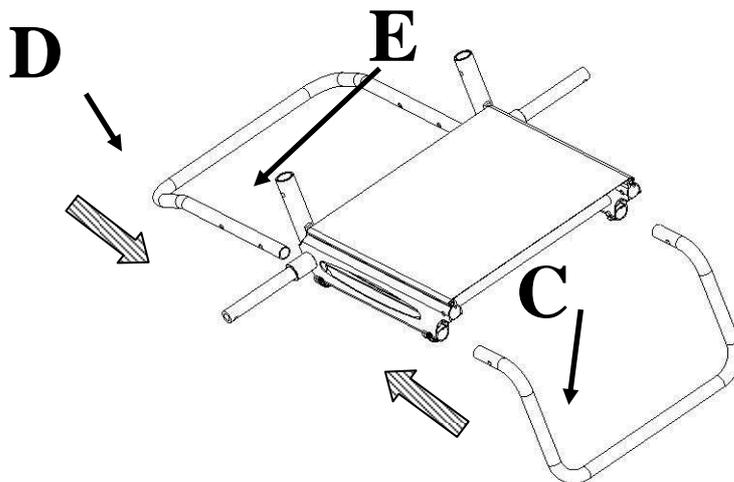

Fig.1
Insérer la barre anti-basculement (D) et le support frontal (C) dans le châssis central (E), en tirant et remettant leurs clips respectifs (Fig.1).